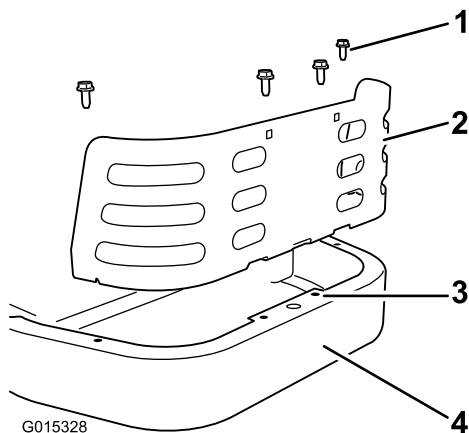

Figura 10
1. Montate la protezione posteriore del telaio dietro il motore (Figura 10). Allineate i fori nelle alette sulla protezione con quelli esistenti nel telaio posteriore.
2. Fissate la protezione al telaio usando quattro viti autofilettanti (5/16 x 3/4 pollice) come mostrato in Figura 10.